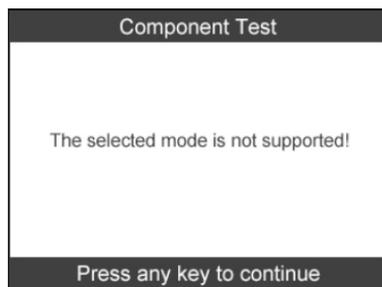

Figura 6.26
- Alcuni veicoli non supportano il controllo da parte dello strumento di scansione per sistemi o componenti. Se il veicolo sottoposto al test non supporta il Test rilevamento perdite EVAP , verrà visualizzato un messaggio di avviso sullo schermo. (Figura 6.26)